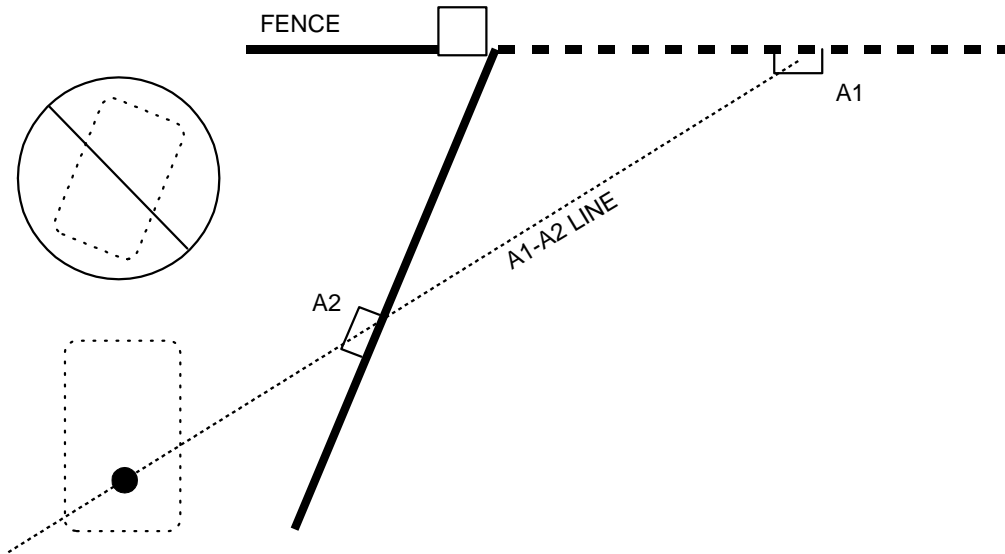

Figura 23
4. Determine adónde el eje de salida de operador será colocado. Con una secuencia, conecte los puntos A1 y A2 y extienda esta línea más allá de A2. El eje del operador debe estar en A1-A2 la línea, por lo menos 12 pulgadas (12.48 cm) de lejos del portón (Figura 23).